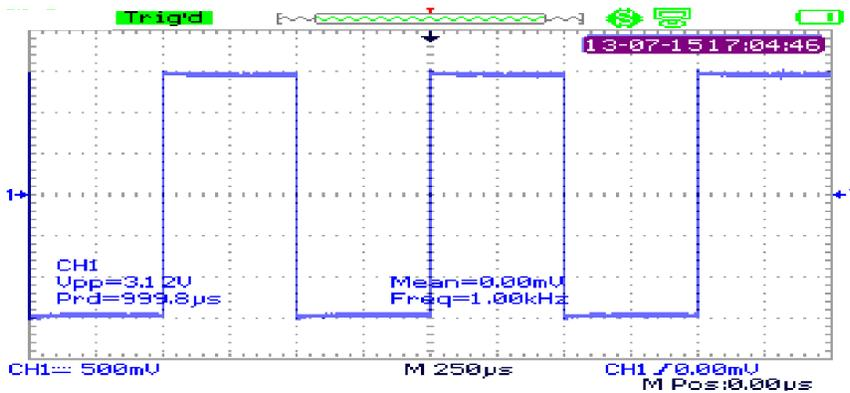

Figura 4.2. Sinal de onda quadrada 10:1
3. Conecte a ponta de prova em um sinal conhecido de calibração. Pressione [AUTO] e você verá uma onda no display. Em seguida, repita os passos 2 e 3 no canal B. A Figura 4.2 ilustra uma onda quadrada com, aproximadamente, 3V de pico-a-pico em 1kHz.